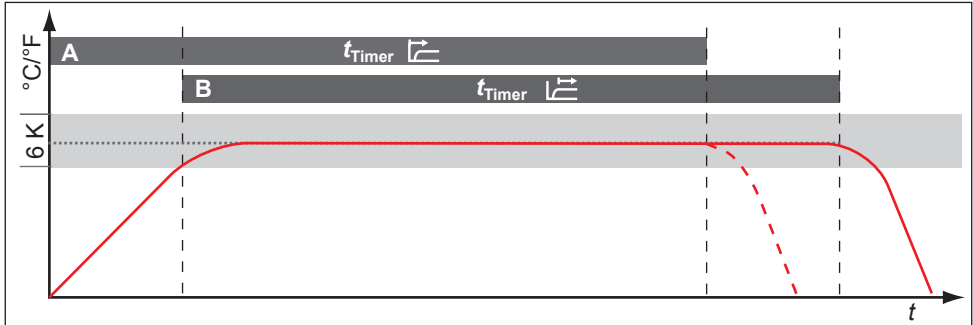

Abb. 37 Timer Mode
Hier kann eingestellt werden, ob die digitale Rückwärtsuhr mit Zielzeitangabe (Timer, siehe Seite 33) sollwertabhängig arbeiten soll oder nicht – das heißt, ob die Timerlaufzeit erst beginnen soll, wenn ein Toleranzband von ± 3 K um die Solltemperatur erreicht ist (Abb. 37, B), oder bereits unmittelbar nach dem Aktivieren des Timers (A).